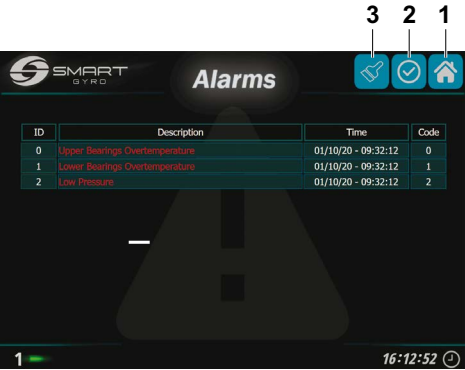

Abbildung 29
Wenn Sie auf das Symbol für die Checkliste drücken (Abbildung 29, (2)), werden die Alarmmeldungen grün angezeigt (Alar-me sind „bestätigt“).
Alarmer, die nicht mehr im System vorhanden sind, können durch Drücken des Pinselsymbols (Abbildung 29, (3)) aus der Liste entfernt werden (Abbildung 32).
Durch Drücken des Home-Symbols in der oberen rechten Ecke (Abbildung 29, (1)) kehren Sie zur Home-Seite zurück.